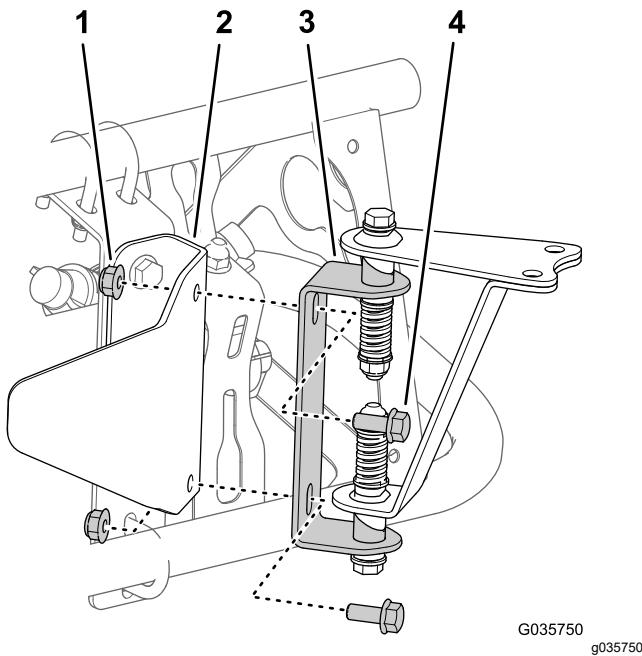
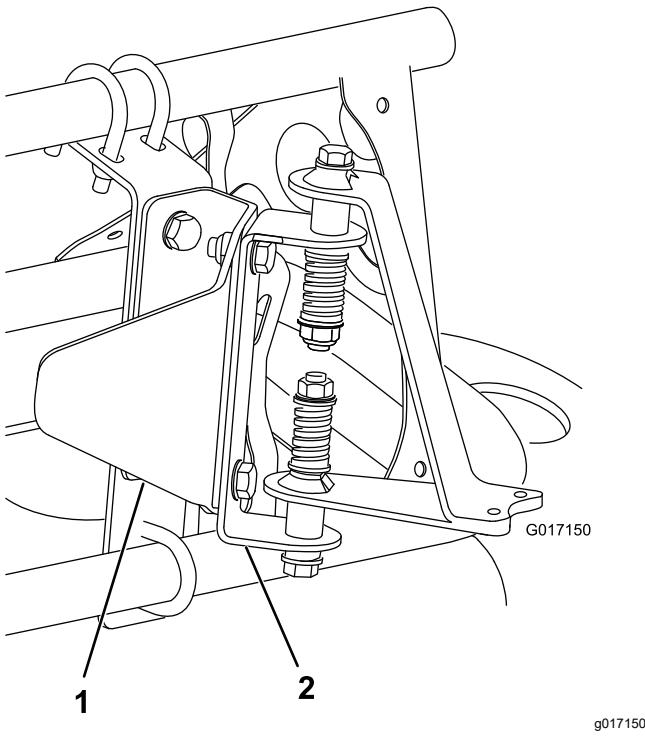

Bild 18
Bild 19
3. Montieren Sie die Befestigungen für die Sensorbefestigung mit zwei Schrauben (5/16" x $\frac{3}{4}$ "') und zwei Sicherungsmuttern (5/16") an der Sensorschutzvorrichtungshalterung, wie in Bild 18 (für einen nicht abgedeckten Ausleger) oder in Bild 19 (für einen abgedeckten Ausleger) abgebildet.